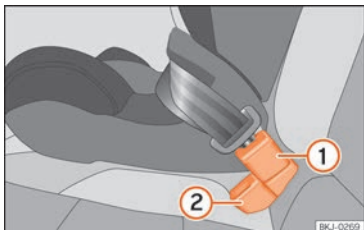

Abb. 28 Position des Gurtschlössers auf der Rücksitzbank
- Gurtschloss für den mittleren Sitzplatz »» **Abb. 28 ①** hinter dem Gurtschloss für den äußeren Sitzplatz »» **Abb. 28 ②** anbringen.
- Schlosszunge des Sicherheitsgurts des mittleren Sitzplatz in das Gurtschloss für den mittleren Sitzplatz »» **Abb. 28 ①** stecken, bis es hörbar einrastet.
- Damit die Gurte richtig eingelegt sind, sollten die Gurtschlösser nicht verdreht werden »» **Abb. 28.**